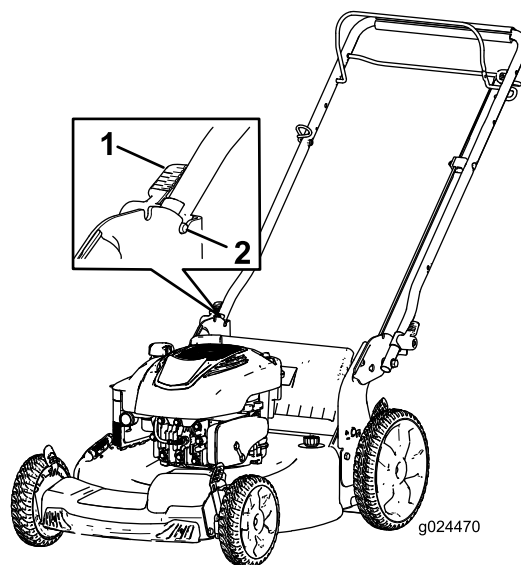

Figure 4
2. Ajustez le verrou du guidon (Figure 4) jusqu'à ce que la goupille clique en place pour verrouiller le guidon à la position d'utilisation.